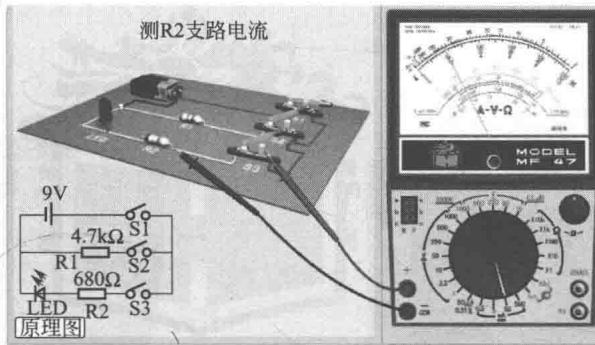

图 1-10 检测直流电流
③ 测量 将万用表串联在待测电路中进行电流的检测，并且在检测直流电流时，要注意正负极性的连接。测量时，应断开被测支路，红表笔连接电路的正极端，黑表笔连接电路的负极端，如图 1-10 所示。
④ 读数 仔细观察表盘，直流电流挡刻度线是第二条刻度线，用 50mA 挡时，可用刻度线下第二行数字直接读出被测电流值。注意读数时，视线应正对指针。根据示数大小及所选量程读出所测电流值大小。本次测量所选量程是直流 50mA，示数是 10（用 0~50 标度尺），则该所测电压值是  $50/50 \times 10 = 10mA$ 。